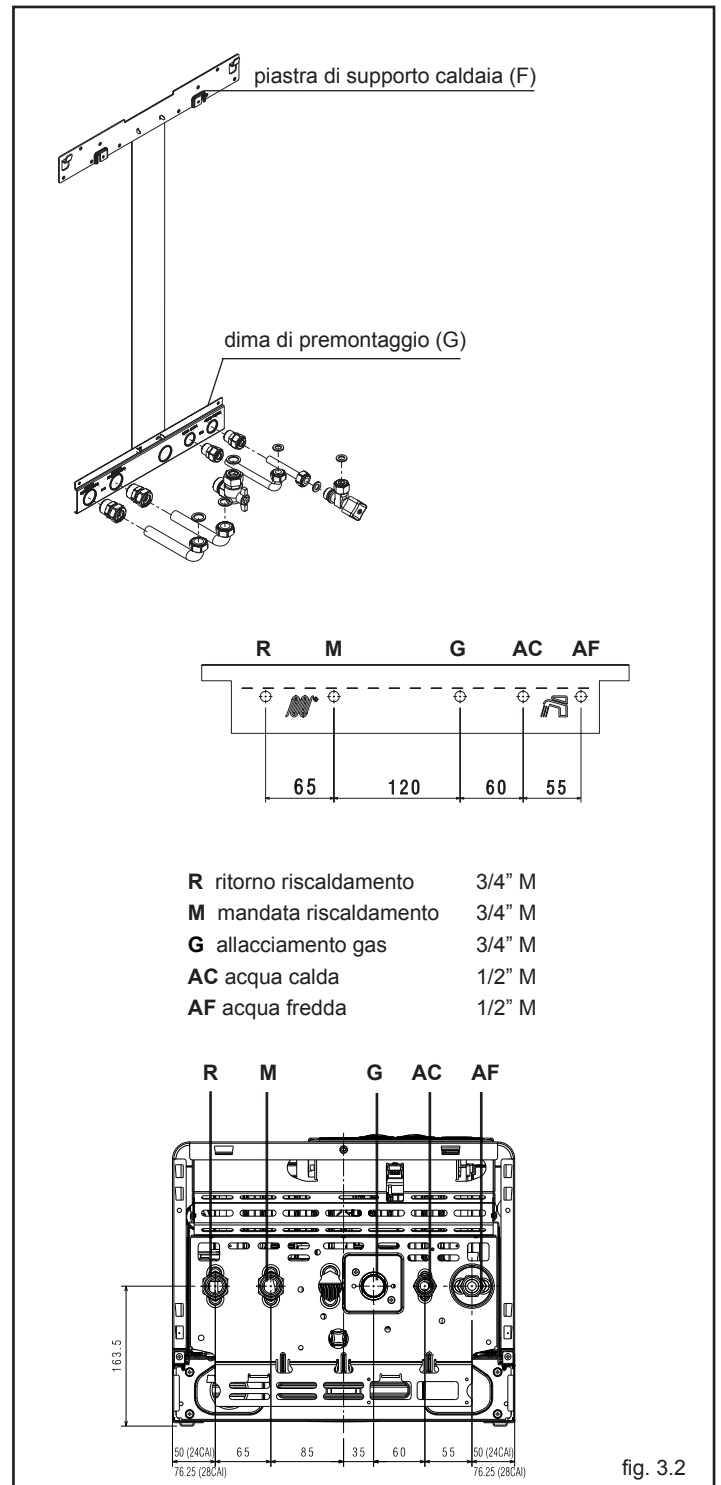

fig. 3.2
La caldaia è fornita di serie con piastra di supporto caldaia con dima di premontaggio (fig. 3.2).
- fissare la piastra di supporto caldaia (F) con dima di premontaggio (G) alla parete e con l'aiuto di una livella a bolla d'aria controllare che siano perfettamente orizzontali - fig. 3.2
- tracciare i 4 fori (Ø 6 mm) previsti per il fissaggio della piastra di supporto caldaia (F) e i 2 fori (Ø 4 mm) per il fissaggio della dima di premontaggio (G)- fig. 3.2